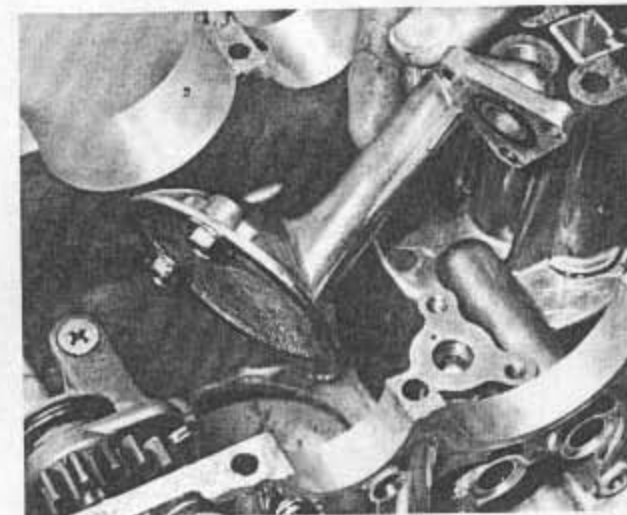

Bild 97
- Das Filtersieb wird auf den Ansaugtrichter der Ölpumpe aufgesetzt und mit Hilfe der Zunge und der beiden Schrauben gesichert. Man vergewissere sich, dass der O-Ring ins obere Ende des Ansaugtrichters eingelegt ist und baue das Ganze ein (Bild 97).